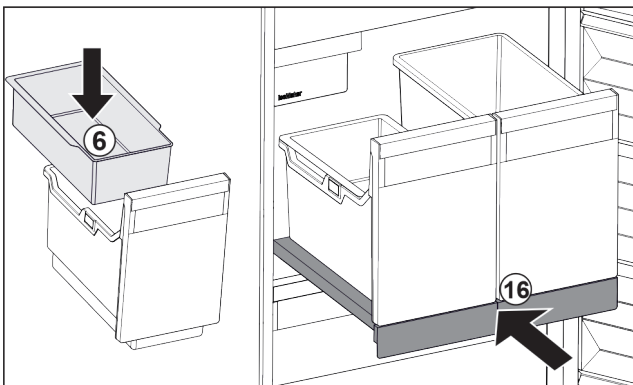

Fig. 87
- ▶ Вставити підвісний лоток Fig. 87 (6) для кубиків льоду.
- ▶ Вставити витяжну панель з резервуаром (IceTower). Fig. 87 (16)